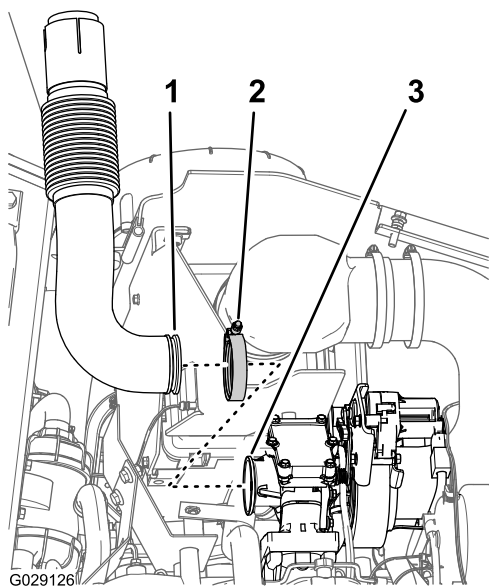

Figura 11
5. Remova a abraçadeira tipo caneleira que fixa o flange do tubo de escape do turbocompressor ao flange de saída do turbocompressor e remova o tubo de escape da máquina (**Figura 11**).